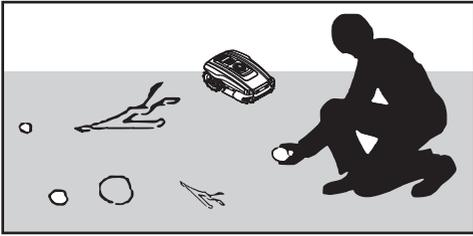

Fig. 5
- S'assurer que le sol est de niveau et que tous les obstacles tels que les cailloux, les pierres, les pierres à bord rond ou en biseau et les branches ont été retirés (Fig. 5 et 6).